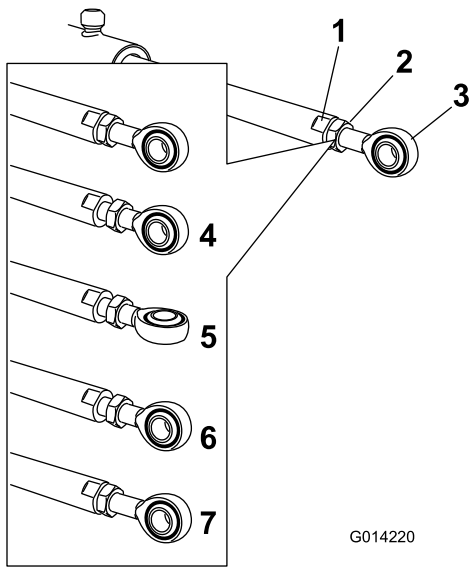

図 84
5. アクチュエータロッドの平たい面にスパナをあてがって回転しないように押さえ、ジャムナットをゆるめて、アイレットロッドを回せるようにする 図 84。
6. アイレットロッドを回転させてアクチュエータを希望の長さに調整する 図 84。